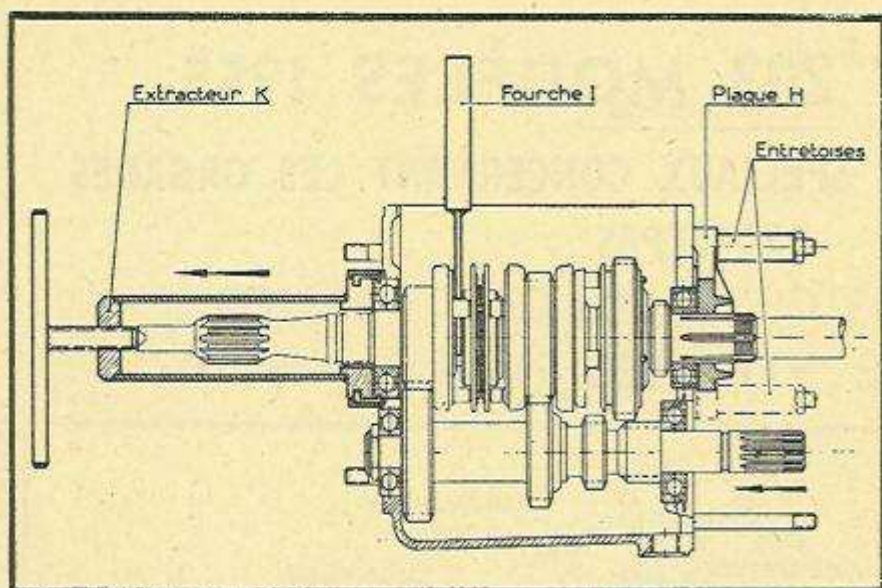

Fig. 71. — Extraction du roulement de l'arbre moteur.
• A l'aide de l'extracteur spécial K prenant dans sa gorge, extraire le roulement de l'arbre moteur (fig. 71).